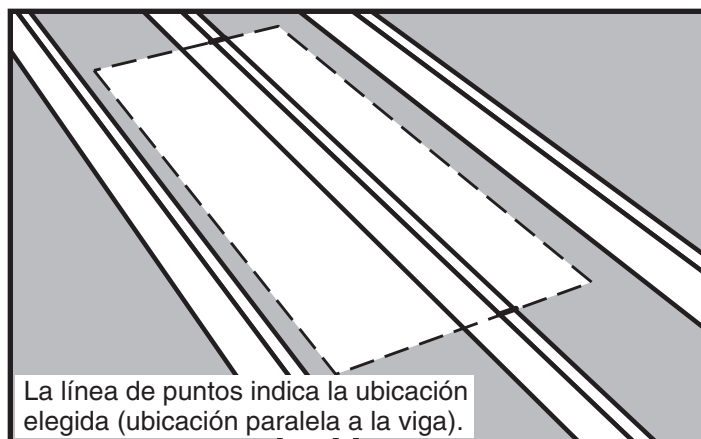

Figura 7
(A) Si la ubicación elegida es paralela a las vigas, marque la longitud de la abertura sin terminar sobre las vigas (vea la Figura 7).